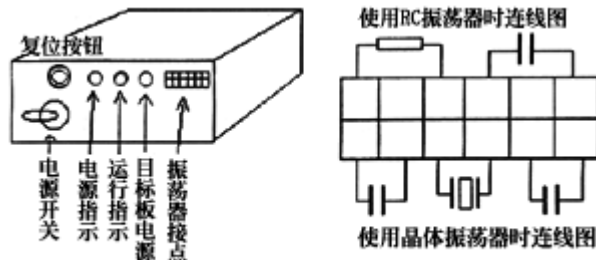

图1-2 仿真器的外形及说明
---为了适应不同的振荡器种类，仿真器备有一个 6\*2 的接插座。当使用 RC 振荡器时，除了设定仿真程序的选户外，在振荡器的接脚电阻和电容。相对的，当使用晶体（CRYSTAL）振荡器时，除了设定仿真程序的选项外，在相应的接脚也必须插入适当的电容和晶体。详细接脚参照图 1-2 所示。必须插入所需的运行仿真程序时，系统先检测仿真器所在的打印口，并对仿真器进行自检。自检正确，出现仿真环境。如果不能正确进入仿真环境，用应仔细检测打印电缆的连接，仿真器的电源，是否正确插上振荡器。用户的仿真环境设置参数相应地保留在 NICE456.INI 或 NICE447.INI 文件中。